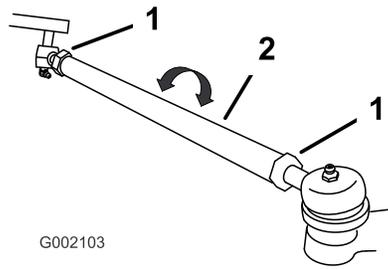

Bild 35
7. Wenn der Wert nicht zwischen 0-6 mm liegt, lösen Sie die Klemmmuttern an beiden Enden der Spurstange (Bild 35).